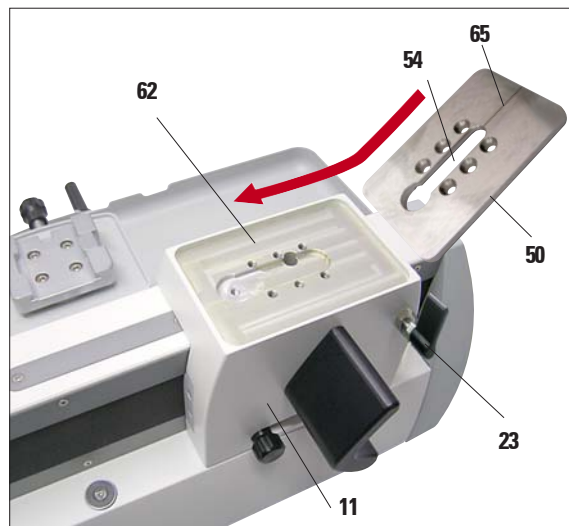
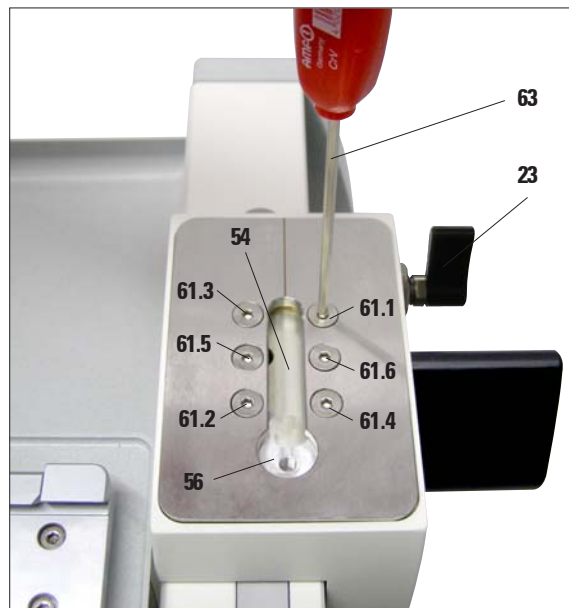

Figura 15
Figura 16
- Collocare, come mostra la figura 15 la base scanalata sulla superficie di montaggio. Fare attenzione a che la scanalatura (54) per l'inserimento del portalametta con l'apertura di inserimento arrotondata (56) per l'elemento a T sia orientata in avanti (figura 16).
- Inserire le sei viti a testa svasata (61.1-61.6) nei fori e serrarle con una chiave maschio esagonale T25 (63) alternando le viti diagonalmente opposte (ordine in figura 16).